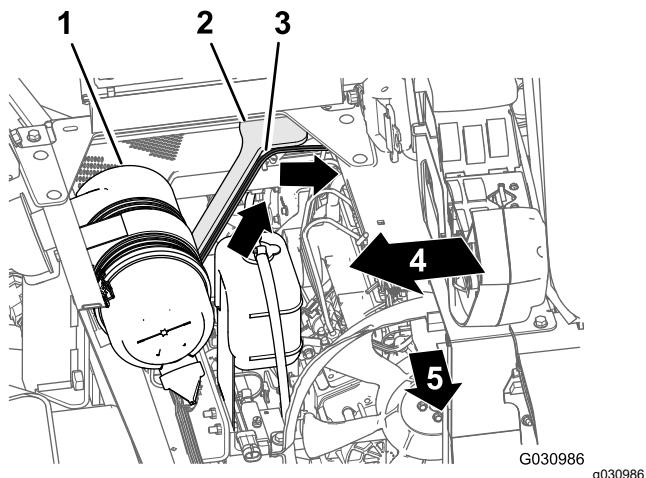

Рисунок 109
- Проложите ответвление жгута проводов длиной 165 см вверх и внутрь задней части отсека двигателя вдоль правой опоры кожуха двигателя — передней части воздуховода, который соединяет воздушный фильтр с двигателем (Рисунок 109).